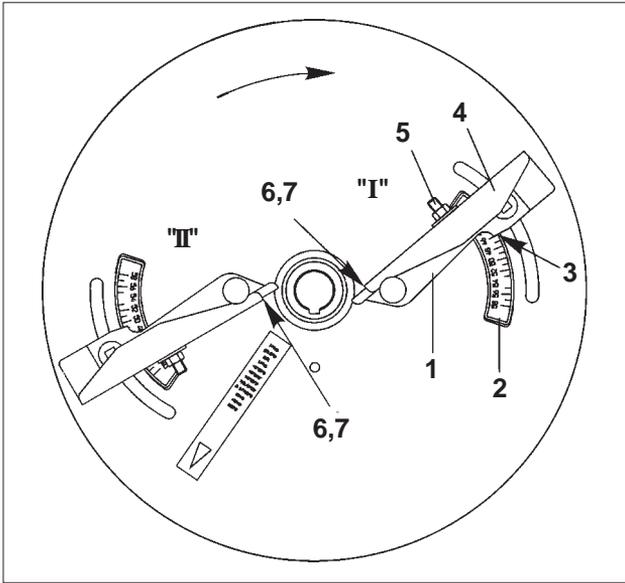

Рис. 7.20
Регулировка дисков с ограничением дальности распределения удобрений на границах полевых угодий TS 5 - 9, TS 10 - 14, TS 15 - 18 и TS 4 производится при помощи телескопических лопастей (Рис. 7.20/1) в соответствии с данными расчетной таблицы распределения в зависимости от сорта вносимого удобрения и расстояния первой технологической колеи от края поля следующим образом:
- a) Передвиньте телескопические лопасти (Рис. 7.20/1) на распределяющем диске в области шкалы (Рис. 7.20/2) отвинтив соответствующую гайку с закруткой. Установите числовое значение на шкале (Рис. 7.20/3) и снова затяните гайку с закруткой.
- b) Внешнюю часть лопасти (Рис. 7.20/4) установите на более высокое буквенное значение на шкале (Рис. 7.20/6) отвинтив гайку (Рис. 7.20/5). Считывать необходимо соответствующее положение внешней части лопасти по грани считывания (Рис. 7.20/7) на шкале.